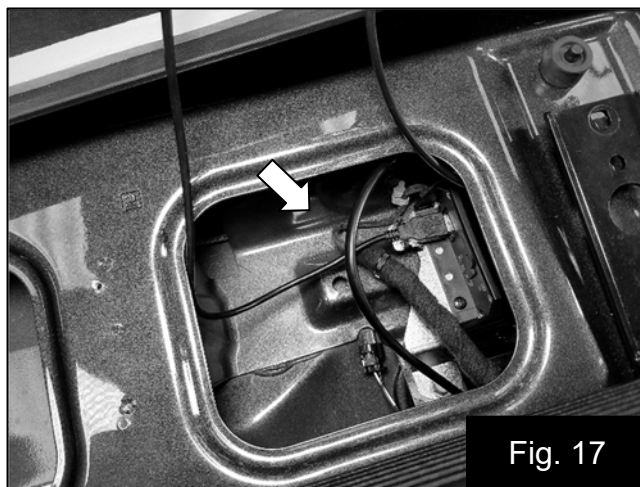

Fig. 17
27. Fixez le câble du contrôleur supplémentaire avec des serre-câbles. Fig. 17